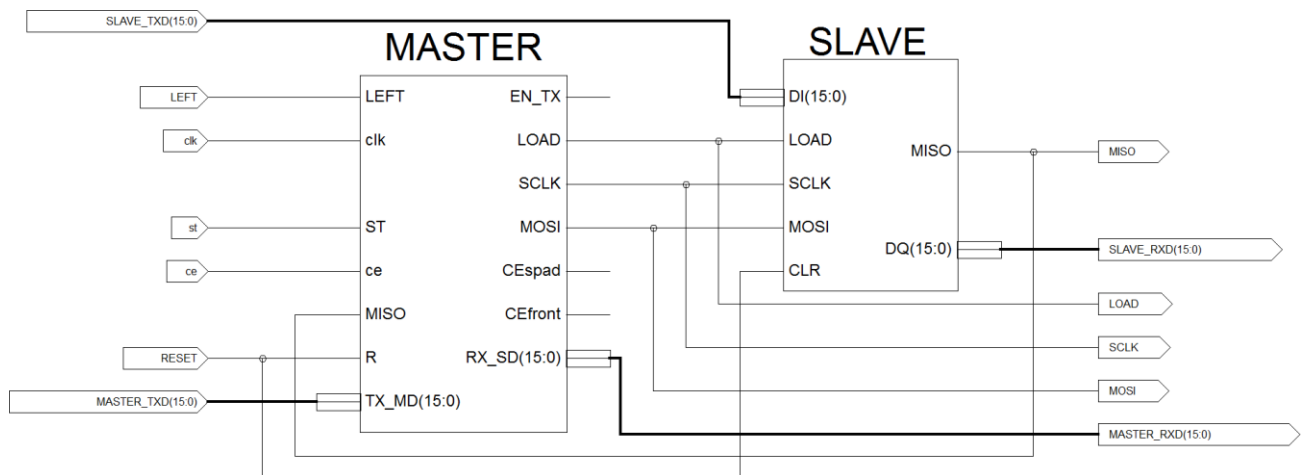

Рис.7 Схема для для совместного моделирования модулей MASTER и SLAVE
Для моделирования модуля SLAVE необходимо создать схему Test\_SPI, в состав которую, в качестве источника сигналов входит модуль MASTER. Пример такой схемы приведен на рис.7. Содержательную часть задания tf\_Test\_SPI на моделирование этой схемы можно составить на основе tf\_MASTER.
V.3 Модуль схемы рис.7